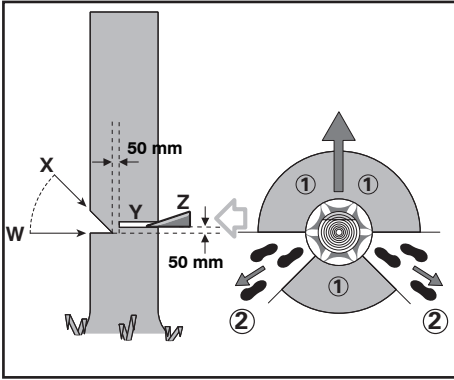

Figura. 1
Planee y despeje un trayecto de retirada para el momento de la caída. El patrón de evacuación debe extenderse hacia atrás y diagonalmente hacia el lado posterior de la línea esperada de caída como se ilustra en la Figura 1.
Haga el corte direccional a 1/3 del diámetro del árbol, perpendicular a la dirección de las caídas como se ilustra en la Figura 1. Haga primero el corte del entalle en la parte inferior horizontal (W), esto ayudará a evitar pellizcos en la cadena de sierra o en la barra de guía cuando se haga el corte del segundo entalle (X).
Asegúrese de que el corte posterior (Y) de tala sea al menos 50 mm más alto que el corte direccional horizontal como se ilustra en la Figura 1. Mantenga el corte posterior de tala paralelo al corte direccional horizontal. Haga el corte posterior de tala de modo que quede suficiente madera para actuar como bisagra. La madera de bisagra evita que el árbol se tuerza o caiga en la dirección incorrecta. No corte a través de la bisagra.
Cuando el árbol comience a caer, proceda rápidamente a retirar la sierra del corte de tala final; soltar el gatillo para apagar la sierra; asentar la sierra (2); salir del área por el trayecto de retirada. (Consulte las Figura. 1)